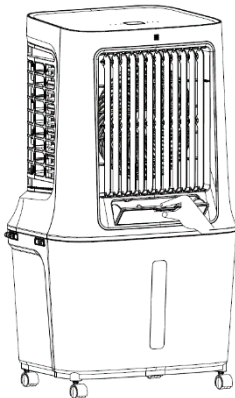

Abb. 1
1. Öffnen Sie den Wassereinfüllstutzen und gießen Sie langsam Wasser in den Wassertank (siehe Abbildung 1 und 2).